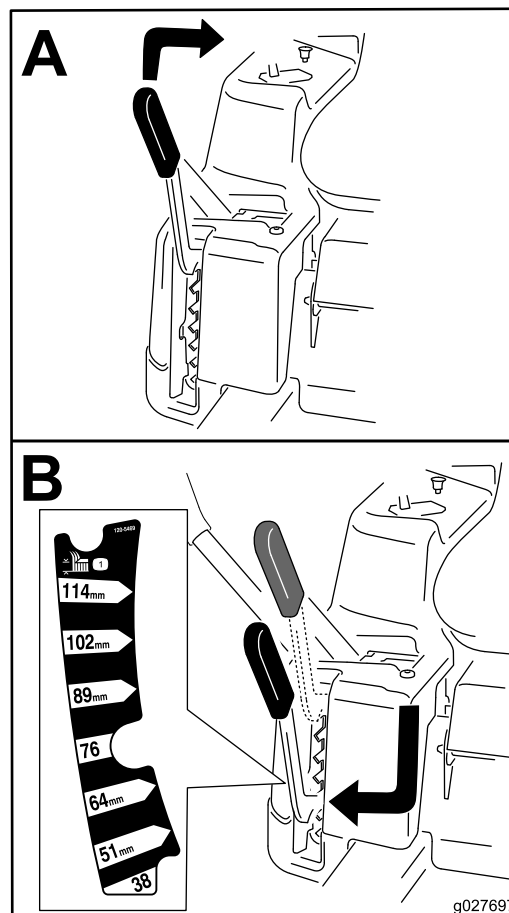

Bild 14
**Hinweis:** Die Transportstellung ist die höchste Schnitthöheneinstellung oder Schnitthöhe (115 mm), wie in Bild 14 abgebildet.